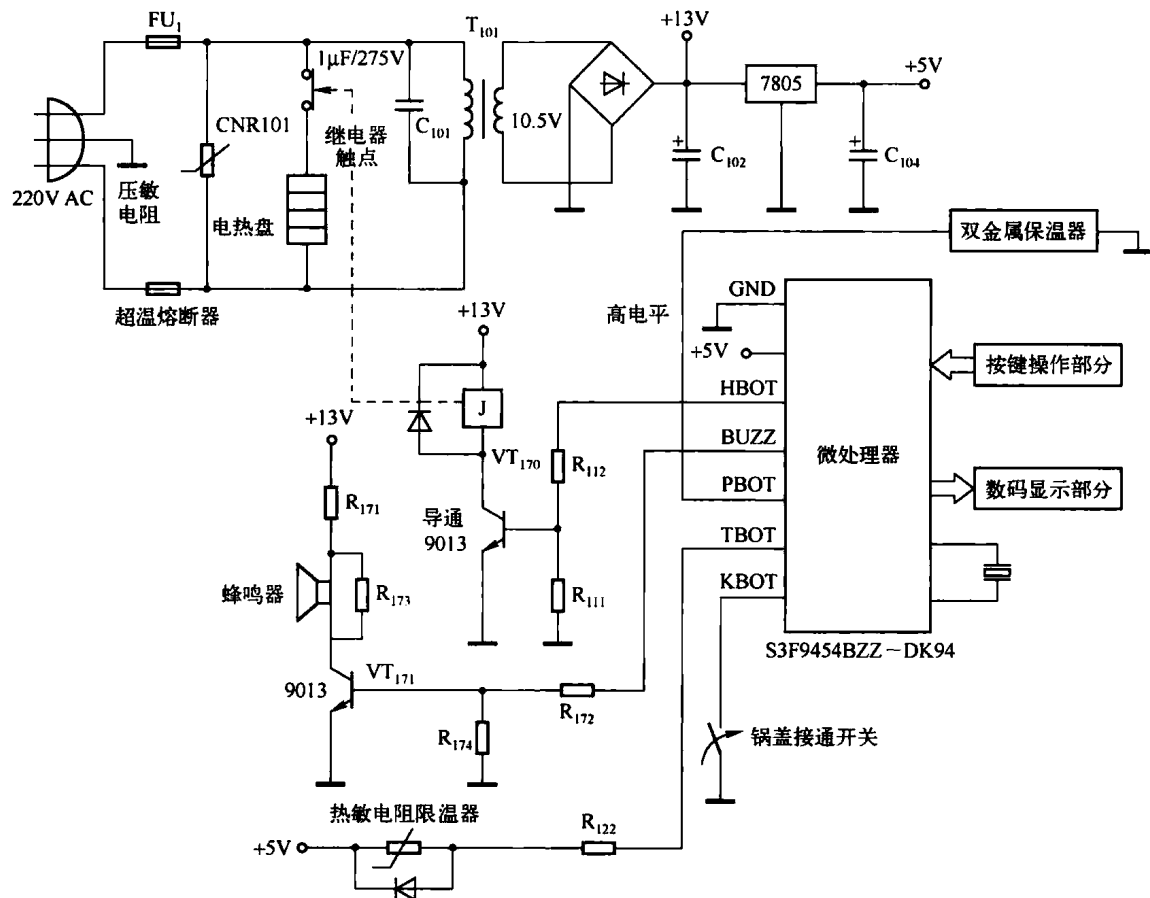

图 1-21 微电脑控制式电饭煲的煮饭工作原理图
1) 煮饭工作原理 图 1-21 所示的是微电脑控制式电饭煲的煮饭工作原理图。电饭煲锅盖盖好后,内部锅盖接通开关被接通,为 CPU 提供一个 KBOT 信号,这时电饭煲接通交流 220V 电源,交流 220V 电源经降压整流后,经电容 C₁₀₂ 滤波,得到 +13V 的直流电源,为继电器驱动电路和蜂鸣器驱动电路供电,后经 7805 稳压后输出 +5V 的直流电压,为微处理器